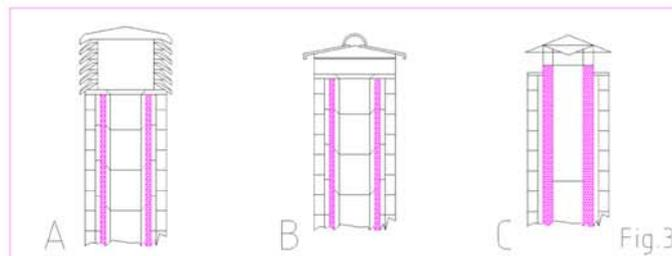

Fig.3
El terminal de humos realizar una función importante para el buen funcionamiento, se aconseja un terminal antiviento (A) fig. 3
3) Salida de humos externa realizada exclusivamente en tubo de acero inoxidable aislado de 120mm y bien anclado al muro con terminal anti-viento. (Ver. fig 3)